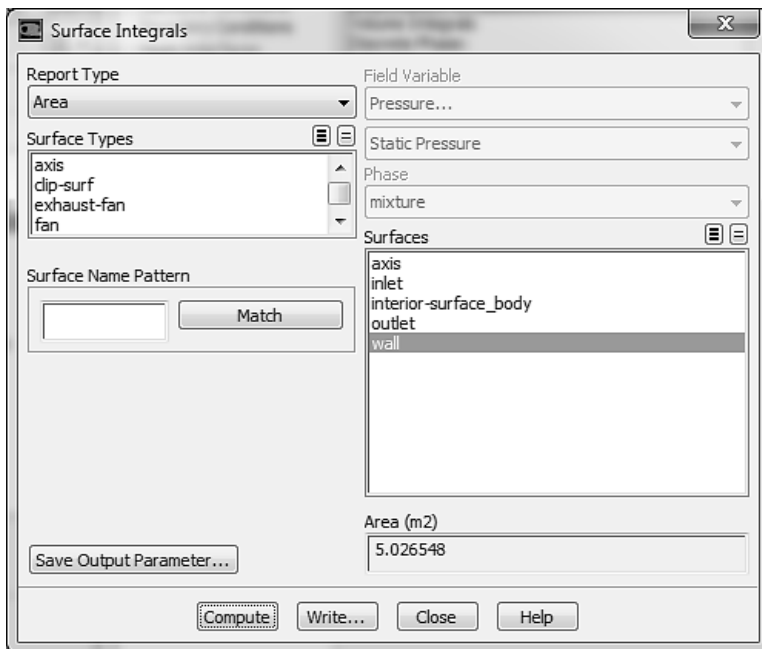

Рис. 1.53
- 3) В окне Area (m2) появится значение площади цилиндрической поверхности, которая имеет имя wall, рис. 1.53. Это же значение будет напечатано в командном окне FLUETa, рис. 1.54.